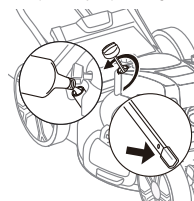

Fig.4
2. Retirez la jauge d'huile du bec de remplissage d'huile (Fig.4).